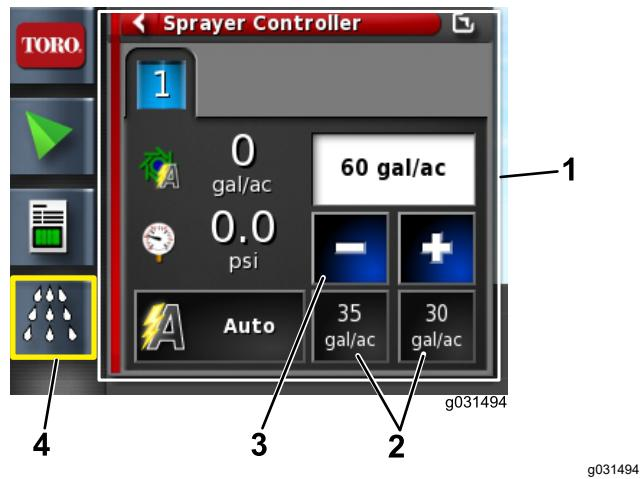
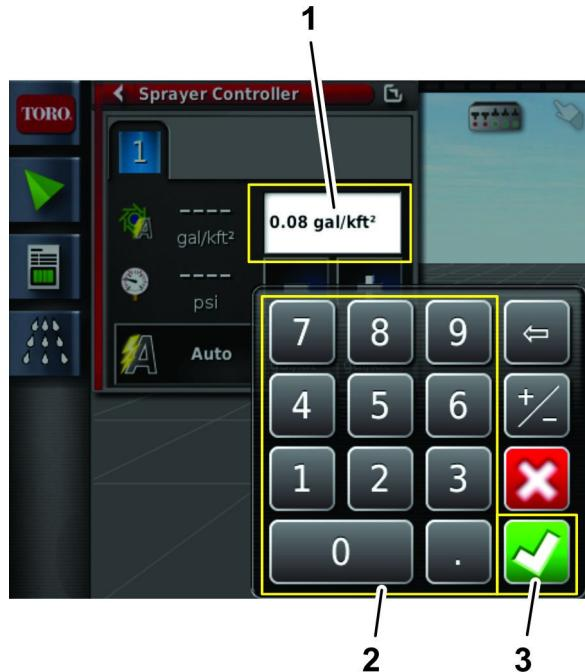

Figure 129
Figure 130
- Si le débit n'est pas le bon, modifiez-le en appuyant sur les icônes de préréglage de débit, puis en appuyant sur les icônes d'augmentation ou de réduction afin de modifier progressivement la valeur ou en sélectionnant le champ du débit actuel et en saisissant le débit d'application avec le clavier virtuel (Figure 129 et Figure 130).